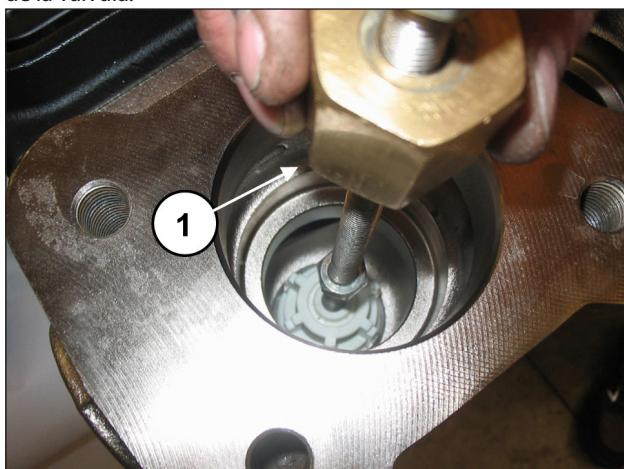

Fig. 94
Extraer el grupo válvula de aspiración aplicando un extractor de percusión (cód. 27516400) en el orificio M10 de la guía de la válvula (pos. ①, Fig. 94) o, como medida adicional, aplicar un adaptador M10-M16 (cód. 25089700) a la rosca M16 de la guía de la válvula.